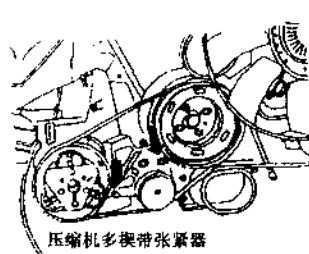

图 1.10 拆下空调压缩机部件
- ⑫ 拆下空调压缩机多楔带张紧器螺栓和空调压缩机多楔带, 如图 1.10 所示。